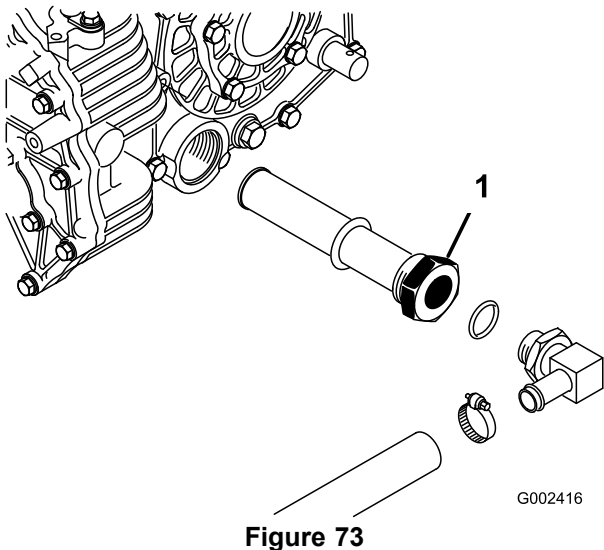

Figure 73
- Notez l'orientation du flexible hydraulique et du raccord à 90° raccordé à la crépine sur le côté du réservoir (Figure 73).